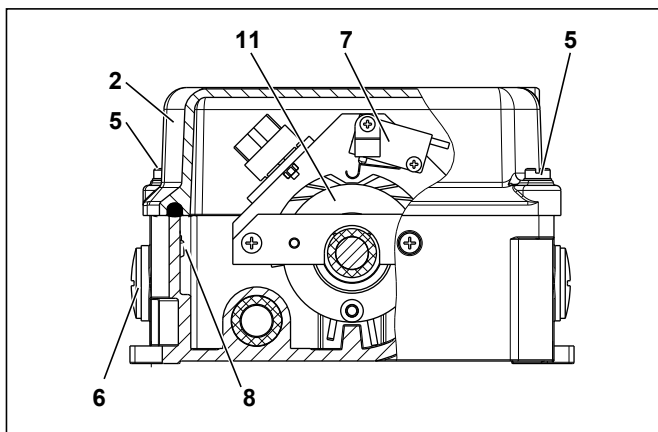

Abb. 5-6: Ansicht der Anschlüsse
2. Öffnen Sie die Haube (2), indem Sie die beiden Schrauben (5) lösen.
3. Lösen Sie die Mutter der Kabelverschraubung (6) und führen Sie das Anschlusskabel (Ø 11 mm bis Ø 16 mm) hindurch (s. Abb. 5-6).
1. Öffnen Sie die Haube (2), indem Sie die zwei Schrauben (5) lösen (siehe Abbildung 5-6, Seite 41).
2. Lösen Sie die erste Schraube (15) soweit, dass Sie die Nockenscheibe (11) drehen können.
3. Stellen Sie den Schalterpunkt 1 ein, indem Sie die Nockenscheibe (11) drehen.
4. Ziehen Sie die zweite Schraube (15) fest, so dass die Nockenscheibe (11) in der neu eingestellten Position fixiert ist.